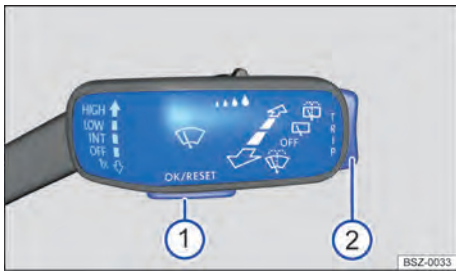

Fig. 11 À droite sur la colonne de direction : touches sur le levier d'essuie-glace (schéma de principe)
consulté. Vous pouvez valider et masquer certains messages d'avertissement en appuyant sur la touche **OK/RESET** → fig. 11 ①.
2. En cas d'affichage d'un message ou du pictogramme du véhicule, appuyez sur la touche **OK/RESET** → fig. 11 ①, plusieurs fois si nécessaire.
3. Pour afficher les menus → page 24 ou retourner à la sélection du menu à partir d'un menu ou d'un affichage d'informations, maintenez la commande à bascule TRIP → fig. 11 ② enfoncée.
5. Pour accéder au menu affiché ou au message d'information, appuyez sur la touche **OK/RESET** → fig. 11 ① ou attendez jusqu'à ce que le menu ou le message d'information s'ouvre automatiquement après quelques secondes.
1. Dans le menu affiché, appuyez sur le haut ou le bas de la commande à bascule TRIP → fig. 11 jusqu'à ce que l'option de menu souhaitée soit sélectionnée.
2. Appuyez sur la touche **OK/RESET** → fig. 11 pour effectuer les modifications souhaitées.